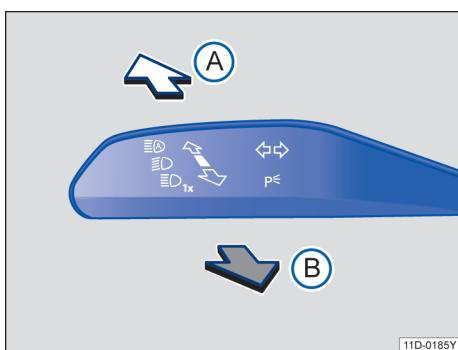

图 69 转向信号灯 / 远光灯操作杆
- 将转向信号灯和远光灯操纵杆从中间位置移至下列位置→图 69：
- (A) 接通远光灯→▲。在远光灯接通时，组合仪表上的指示灯 亮起。
- (B) 关闭远光灯或操作远光灯变光功能。只要拉动操作杆，便会执行远光灯变光功能。指示灯 亮起。